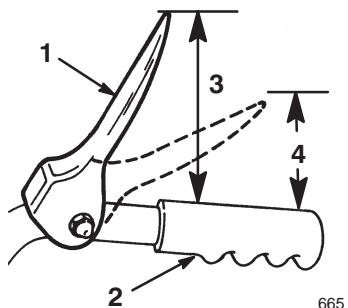

Figure 6
2. Réglez la position des deux écrous à bride sur la tige de commande de traction vers le haut ou vers le bas pour que l'extrémité de la manette de commande de traction soit à environ 11 cm du haut de la poignée (Fig. 6).
**Remarque :** Le réglage est correct si les roues cessent de tourner quand le bout de la manette de commande de traction est à une distance de 2,5 à 5,0 cm du haut de la poignée (Fig. 6).